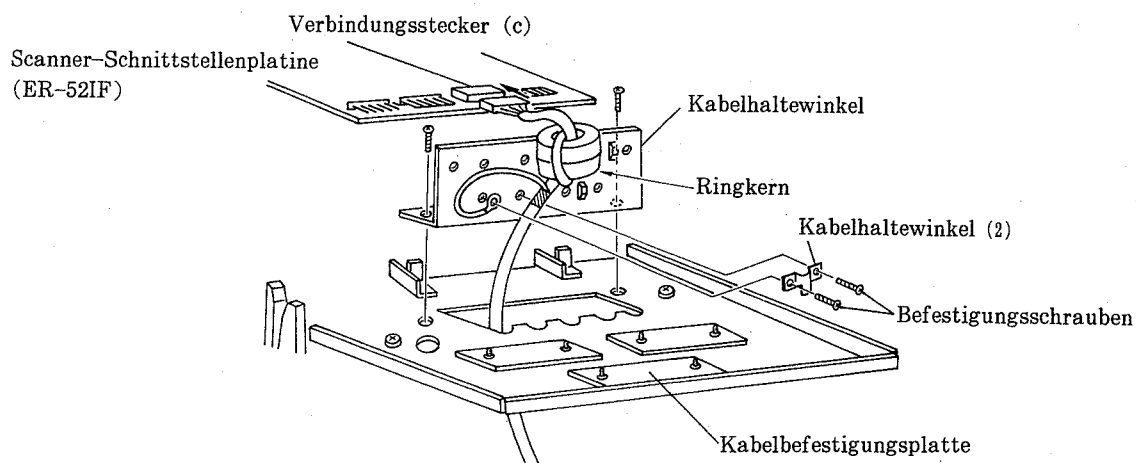

Abb. 56
- (7) Den Kabelhaltewinkel (2) zur Befestigung des IO-17SC2 Kabels sowie des Erdungskabels am Abschnitt (D) der Kabelhaltebefestigung festschrauben (siehe Abb. 56).
- (8) Den Kabelhaltewinkel wieder an der Kabelbefestigungsplatte festschrauben.
- (9) Den Schritt (2) in umgekehrter Reihenfolge ausführen, um die Rückwand wieder anzubringen.